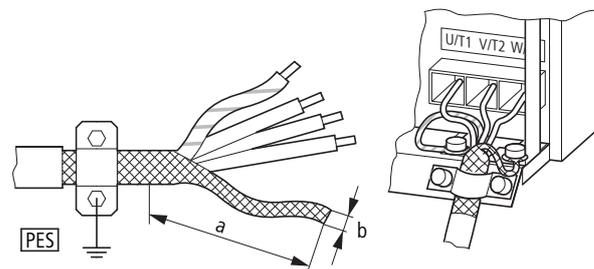

Abbildung 34: Anschluss bei verdrehtem Kabelschirm
- ▶ Verhindern Sie ein Aufflechten der Schirmung – beispielsweise durch Verschieben der getrennten Kunststoffummantelung über das Schirmende oder durch eine Gummitülle am Schirmende. Alternativ können Sie zusätzlich zur großflächigen Kabelschelle auch das Schirmgeflecht am Ende verdrillen und mit einem Kabelschuh an der Schutz Erde anbinden. Um EMV-Störungen zu vermeiden, sollte dieser verdrillte Schirmanschluss möglichst kurz ausgeführt werden (→ Abbildung 34).
Alternativ kann zur großflächigen Kabelschelle das Schirmgeflecht am Ende auch verdreht und mit einem Kabelschuh an der Schutzterde angebunden werden. Zur Vermeidung von EMV-Störungen sollte dieser verdrehte Schirmanchluss möglichst kurz ausgeführt werden (vergleichsweise → Abbildung 34, Seite 58).